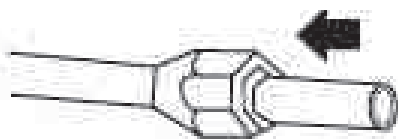

Fig.5. Introducerea piuliței pe țeavă
- se introduce piulița (Fig.5)
- Se bercluește țeava (se răsfrâng marginile țevei cu ajutorul unui dispozitiv special de bercluire) pentru a împiedica ieșirea piuliței de pe țeavă (Fig.5).